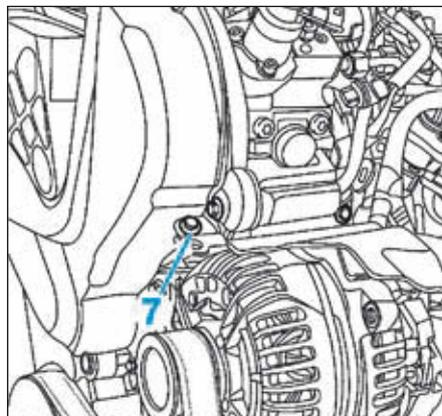

FIG.10
- la protection de l'alternateur (7) (Fig.10),